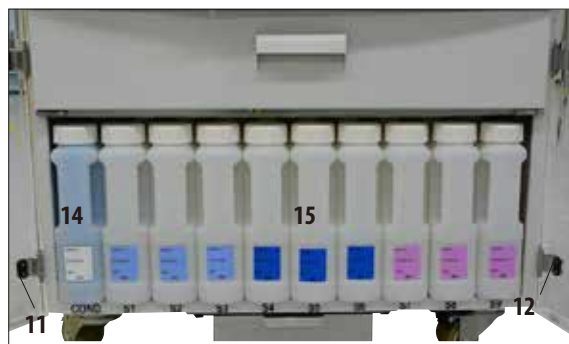

図 49
- 白色プラスチック製試薬ボトル 9 本 (15) および青色凝縮液ボトル 1 本 (14) が、3 個のパラフィン槽の下の試薬キャビネットにあります (図 49)。